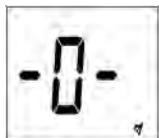

Figura 8
- El número 0 indica que la función de voz está desactivada. Consulte la figura 8.